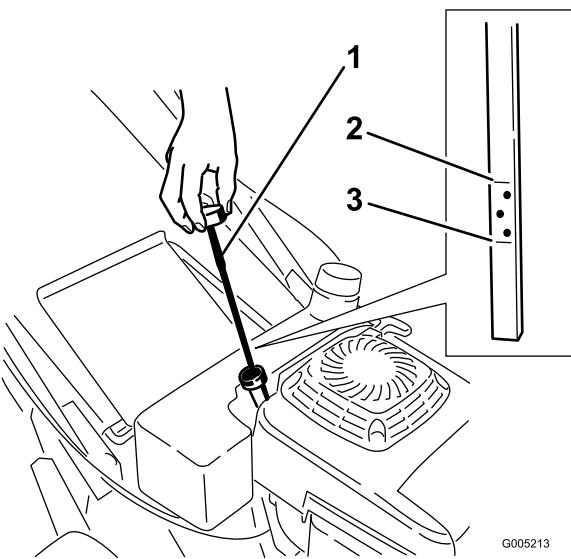

Figura 8
2. Limpie alrededor de la varilla (Figura 8).
6. Retire la varilla y compruebe el nivel de aceite en la misma (Figura 8).
Antes de cada uso, compruebe que el nivel de aceite está entre las marcas Añadir y Lleno de la varilla (Figura 8).